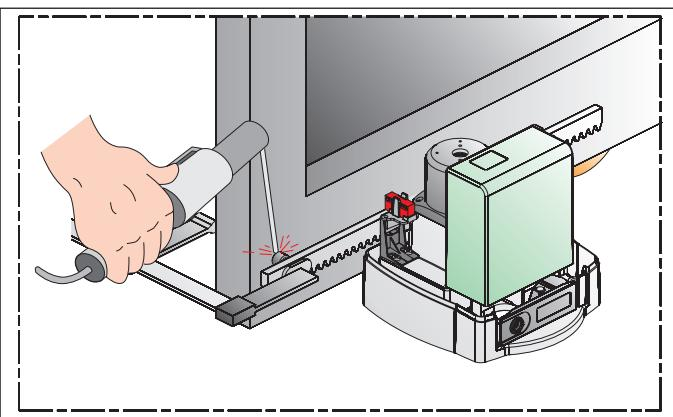

Fig. 10
4. Zet het eerste element van de tandheugel op het rondsels ter hoogte van het eerste afstandsstuk (fig. 10).
5. Bevestig het element van de tandheugel met een klem op de vleugel (fig 10).
10. Las de drie afstandsstukken van het element vast (fig. 10).